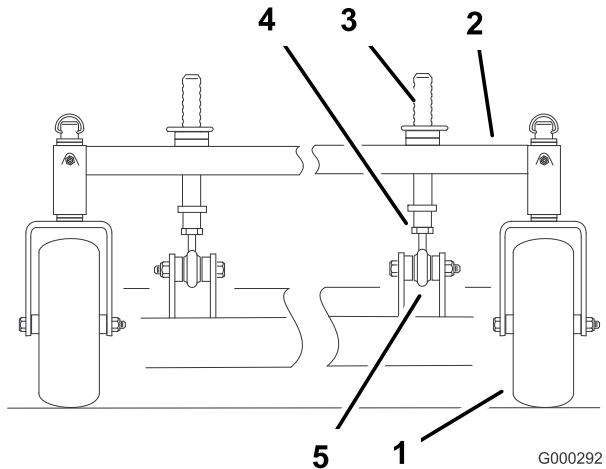

Figura 72
1. Para cambiar la inclinación longitudinal, pueden ajustarse los pilares delanteros de ajuste de altura de corte (Figura 72).
2. Para elevar la parte delantera de la plataforma, afloje la contratuerca y haga girar el pilar delantero en el sentido de las agujas del reloj (Figura 72).
3. Para bajar la parte delantera de la plataforma, afloje la contratuerca y haga girar el pilar delantero en el sentido contrario de las agujas del reloj (Figura 72).
6. Apriete las contratuercas (Figura 72).